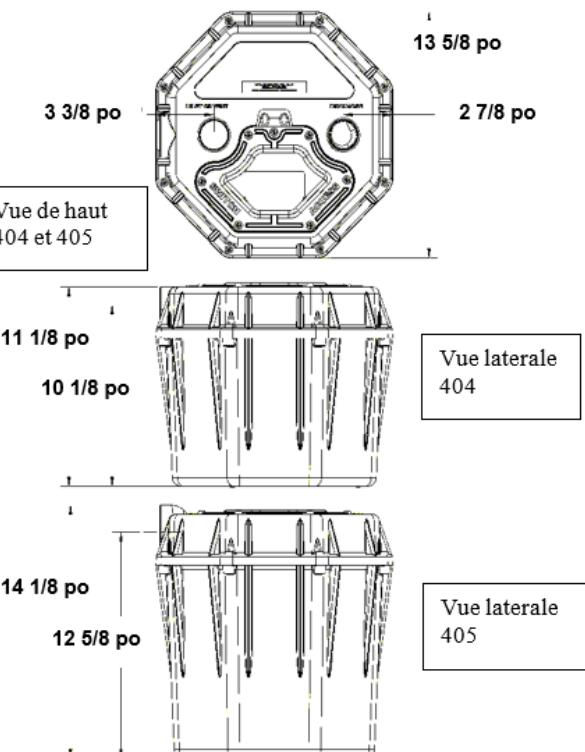

Figure 2 Dimensions du produit : Les dimensions sont arrondies à 3 mm (1/8 po) près.
• Capacité de charge ascensionnelle totale atteinte (voir fig. 2)	• Essayer de rediriger le tuyau à un niveau inférieur. Si ce n'est pas possible, une autre station de pompage pourrait être nécessaire à une charge ascensionnelle d'environ la moitié.